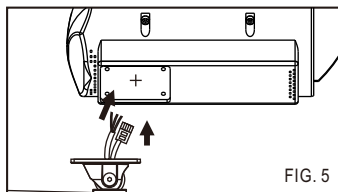
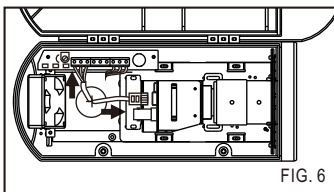

FIG. 5
FIG. 6
3. Passe os cabos de energia e de rede RJ-45 através do apoio do suporte primeiro e em seguida passe-os pela parte inferior da câmera (FIG. 5). Conecte e prenda o cabo de energia em seu terminal e conecte o cabo de rede RJ-45 na conexão RJ-45 da câmera IP (FIG. 6).